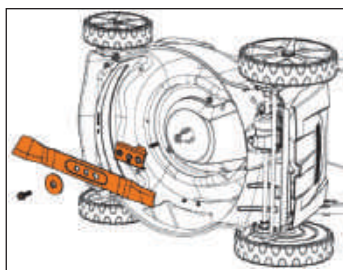

Рис. 23
- Для замены ножа (Рис. 23) слейте топливо и масло из газонокосилки и положите ее набок.